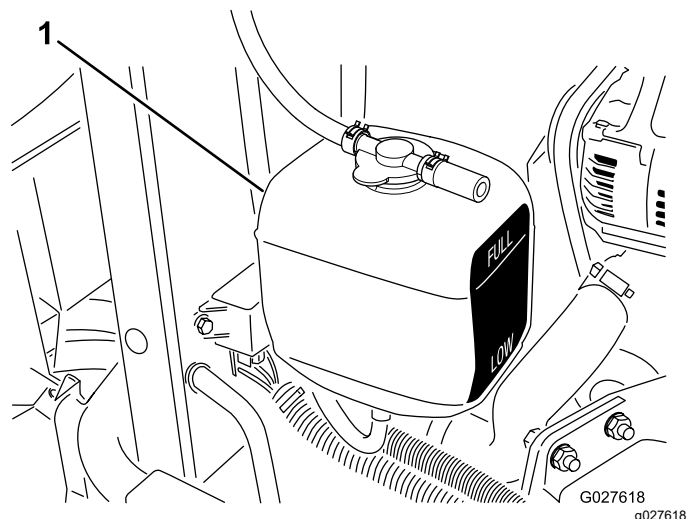

Figura 73
3. Controllate il livello del refrigerante nel serbatoio di espansione (Figura 73).